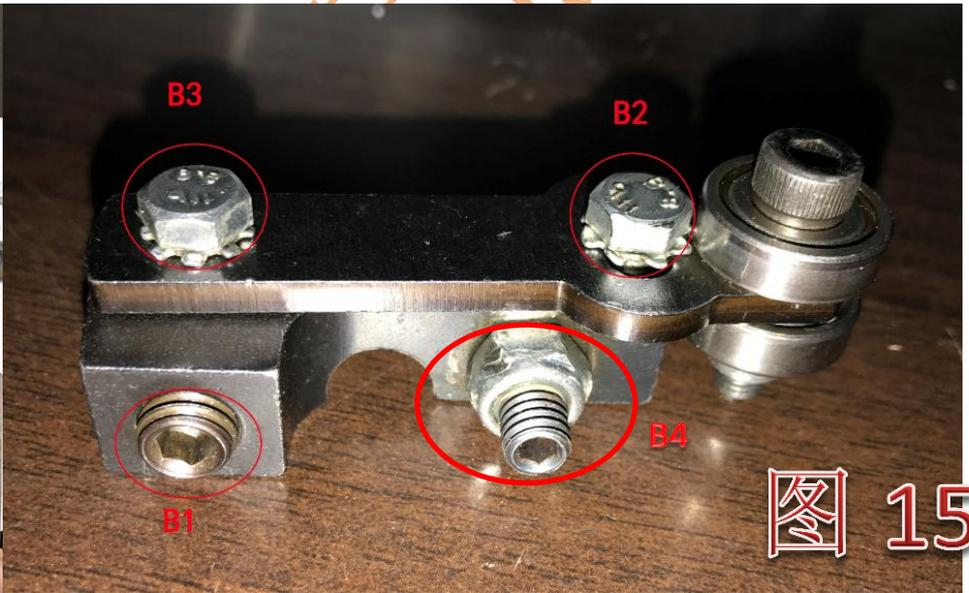

图 15
2.松开执行器上固定大手柄的螺丝 B1, B3, 如图15。
## 四、 最大油量设置(图 15 中 B4 螺丝)及停车手柄测试（图 11 中红圈位置）